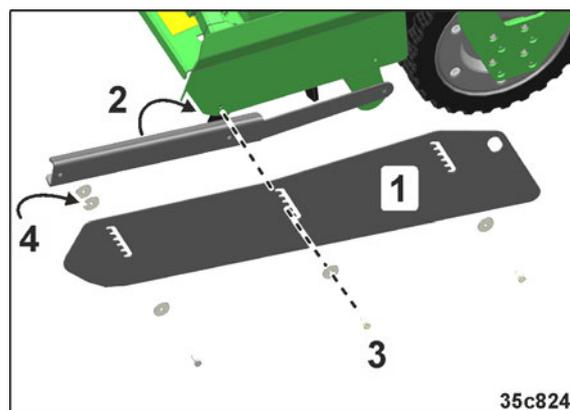

Fig. 19
Avvitare le prolunghe lamiere guida laterali (Fig. 19/1) al coltivatore rotante/all'erpice rotante.
4. Portare il controelemento in posizione dietro il supporto (Fig. 19/2)
5. Mantenere le prolunghe delle lamiere guida laterali (Fig. 19/1) sul supporto di KE Super/KX/KG 3001 e fissarle con le viti (Fig. 19/3) sul controelemento.
6. Per il collegamento a vite anteriore impiegare un distanziale (Fig. 19/4).